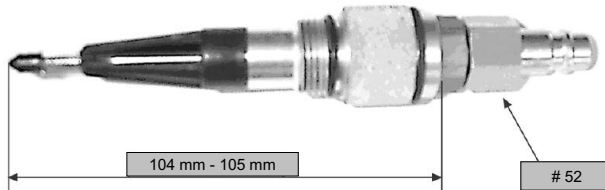

Abbildung 5: Druckwandlerlänge
3. Messen Sie die Länge des Druckwandlers gemäß Abbildung 5.